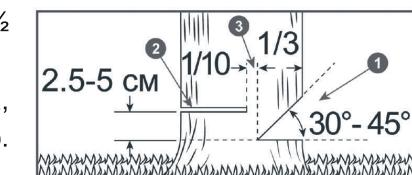

Рис. 15 Расположение запила, пропила и недопила
- Начните пилить с той стороны дерева, куда оно должно упасть (Рис. 15). Сделайте запил 1 с той стороны, куда должно упасть дерево, глубиной примерно $\frac{1}{3}$ диаметра ствола и под углом от 30 до 45 градусов (Рис. 15). Линия
7. Сделайте основной валочный пропил 2 с противоположной стороны, выше основания запила на 2,5-5 см. Между основным пропилом и запилом должен оставаться недопил 3 примерно 1/10 диаметра ствола. Вставьте своевременно клин в пропил. Недопил 3 действует как шарнир и позволяет контролировать падение дерева (Рис. 15).
ПРЕДУПРЕЖДЕНИЕ! Ни в коем случае не допиливать до конца недопил 3 (Рис. 15), так как вы не сможете контролировать направление падения дерева. Когда дерево начинает падать, заглушите двигатель бензопилы, положите ее на землю и быстро отойдите по пути отхода.